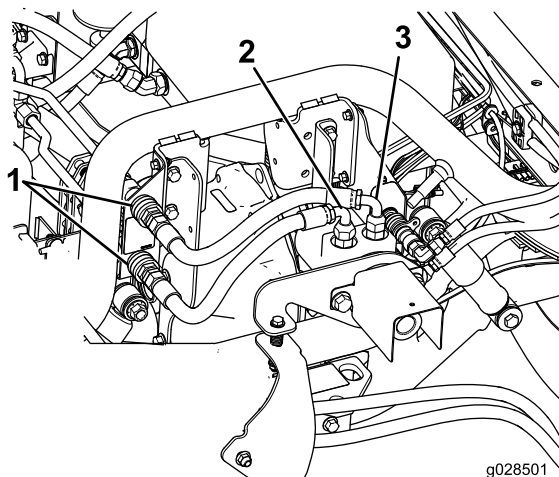

Bild 8
1. Schließen Sie das freie Schlauchende, die am internen Anschlussstück des Motors angeschlossen ist, an die untere Schnellkupplung an der Halterung an (Bild 8).
2. Schließen Sie das freie Schlauchende, die am äußeren Anschlussstück des Motors angeschlossen ist, an die obere Schnellkupplung an der Halterung an (Bild 8).